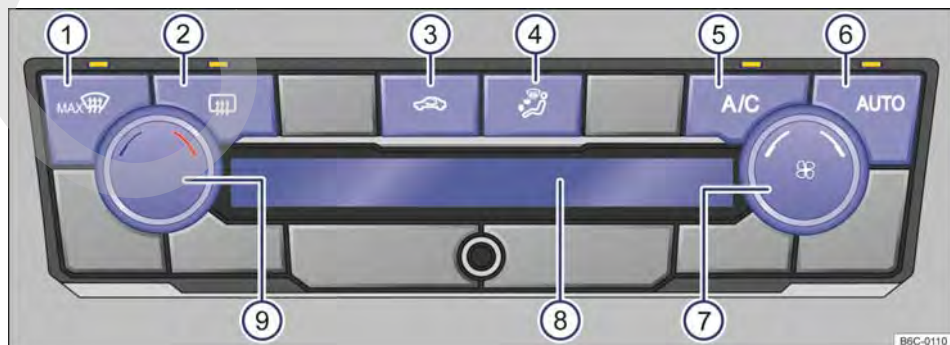

Fig. 84 Comandos del Climatronic.
- *Climatronic*: girar el regulador del ventilador a la izquierda hasta el tope → fig. 84 ⑦
Con la tecla **AUTO** → fig. 84 ⑥ se puede encender el modo automático del Climatronic.
El modo automático garantiza temperaturas constantes dentro del vehículo. La temperatura del aire, el volumen de aire y la distribución de aire se regulan automáticamente. El funcionamiento automático se apaga cuando la ventilación se cambia manualmente o con el cambio de la distribución de aire mediante la tecla → fig. 84 ④ presionar.
- *Climatronic*: girar el regulador giratorio izquierdo → fig. 84 ⑨.
En el display del Climatronic → fig. 84 ⑧ se indica la temperatura ajustada.
- *Climatronic*: girar el regulador del ventilador → fig. 84 ⑦.
- *Climatronic*: presionar la tecla → fig. 84 ④ a la posición deseada, la distribución seleccionada se indicará en el display ⑧.
- *Climatronic*: presionar la tecla **MAX ** → fig. 84 ①.